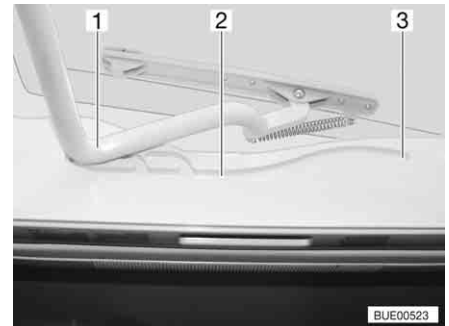

Bild 88 Heki-taklucka, spår
- Dra in bygel (Bild 88,1) i spåren (Bild 88,2) till den bakersta positionen (Bild 88,3).
- Tryck bygel (Bild 88,1) lätt uppåt med båda händerna.
- Drag bygel till önskad position i spåret (Bild 88,2).